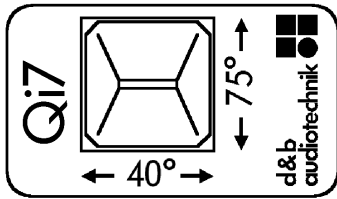

Fig. 11: Étiquette de dispersion du pavillon
3. Faire pivoter le pavillon à 90° - Fig. 11.